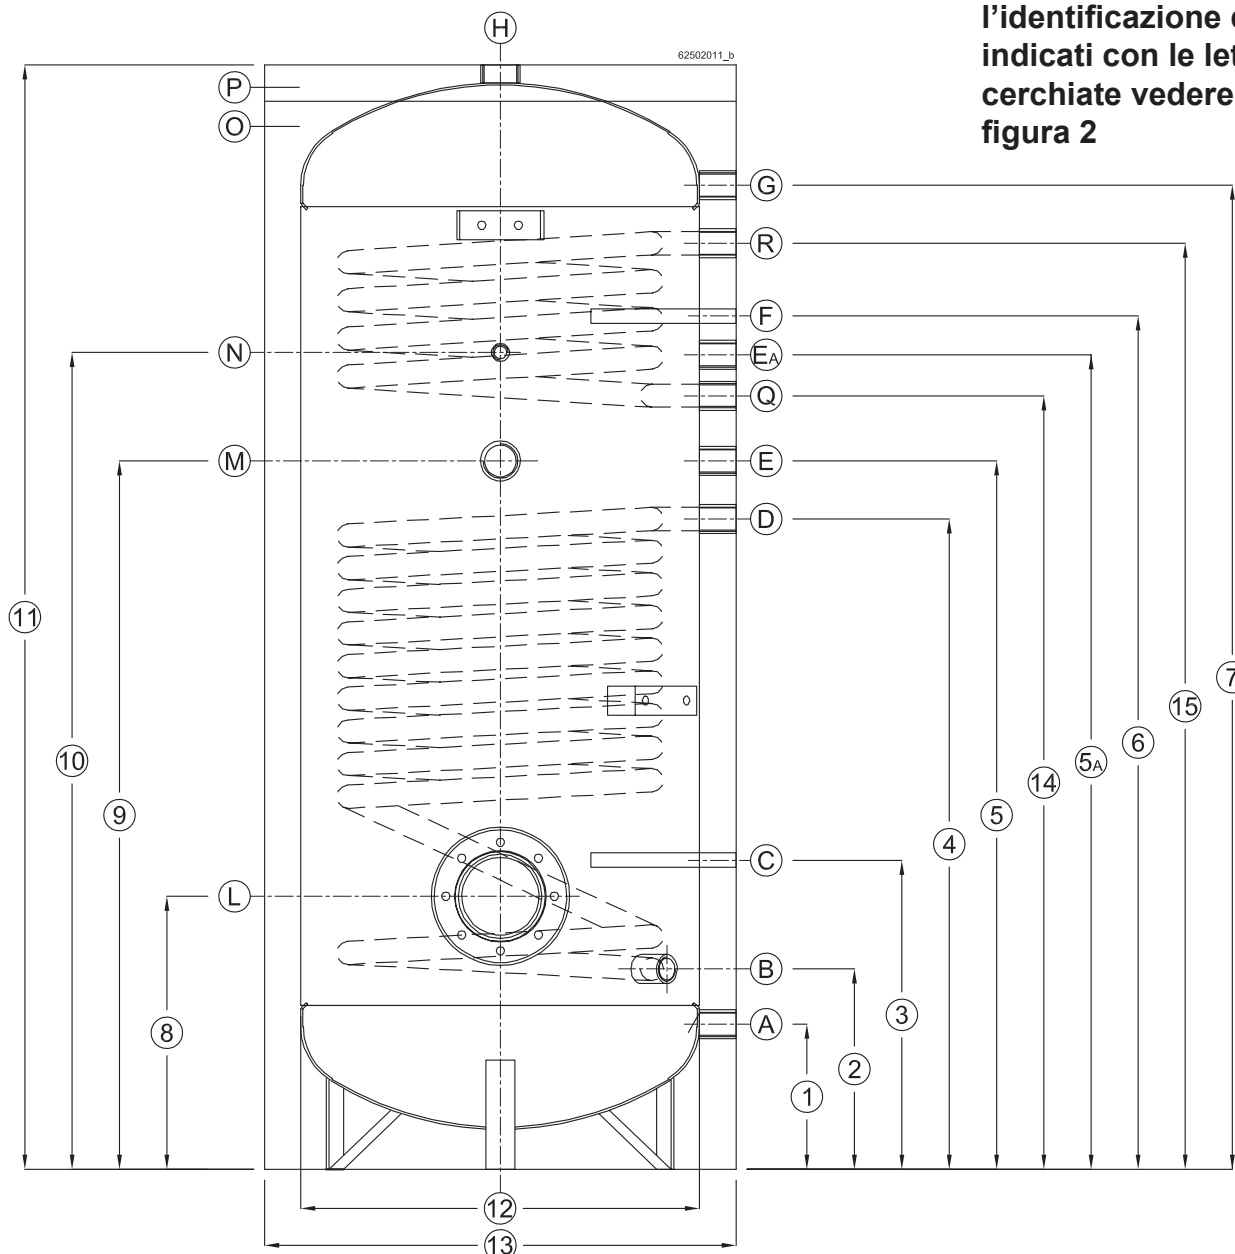

Figura 8 - Dimensionali bollitore BP/2 (riportate in mm al capitolo 4.3)
* I raccordi, particolari "14" e "15" di figura 8 sono presenti solo sui modelli BP a due serpentine.